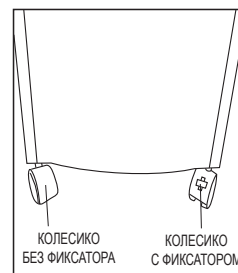

РИС. 1
3. Достаньте колесики и установите их с помощью ключа для сборки. Примечание: Колесики с фиксатором предназначены для двух передних отверстий и колесики без фиксатора предназначены для двух отверстий сзади в нижней части устройства (показано на рис.1)